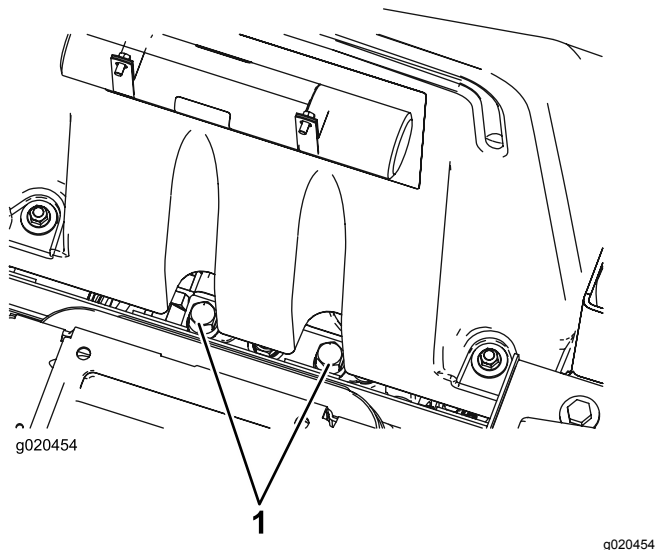

Figura 57
1. As válvulas de derivação encontram-se sob a dianteira do depósito de combustível (Figura 57).